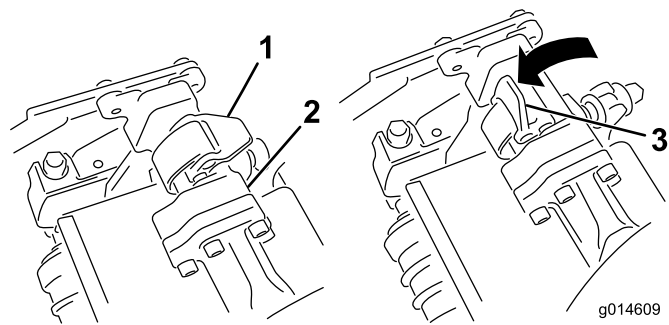
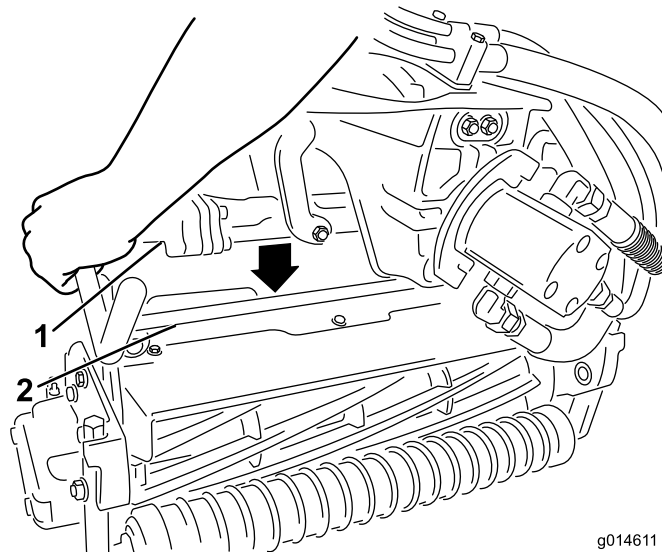

Figura 48
Figura 49
4. Chiudete i fermi spostandoli verso il basso e attorno alla barra dell'apparato di taglio, quindi bloccateli in posizione (Figura 48).
3. Con i fermi del braccio di sospensione rivolti verso l'alto (cioè aperti) (Figura 48), premete il braccio di sospensione verso il basso in modo che la barra si inserisca nella barra della parte superiore dell'apparato di taglio (Figura 49).
4. Aprite i fermi sulla barra del braccio di sospensione dell'apparato di taglio che state rimuovendo (Figura 48).